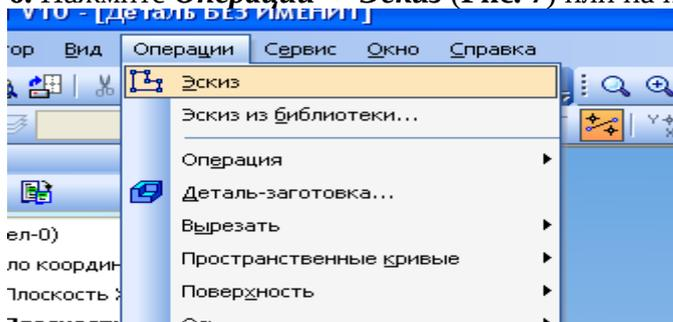

Рис. 7
6. Нажмите **Операции** -> **Эскиз** (Рис. 7) или на кнопку .